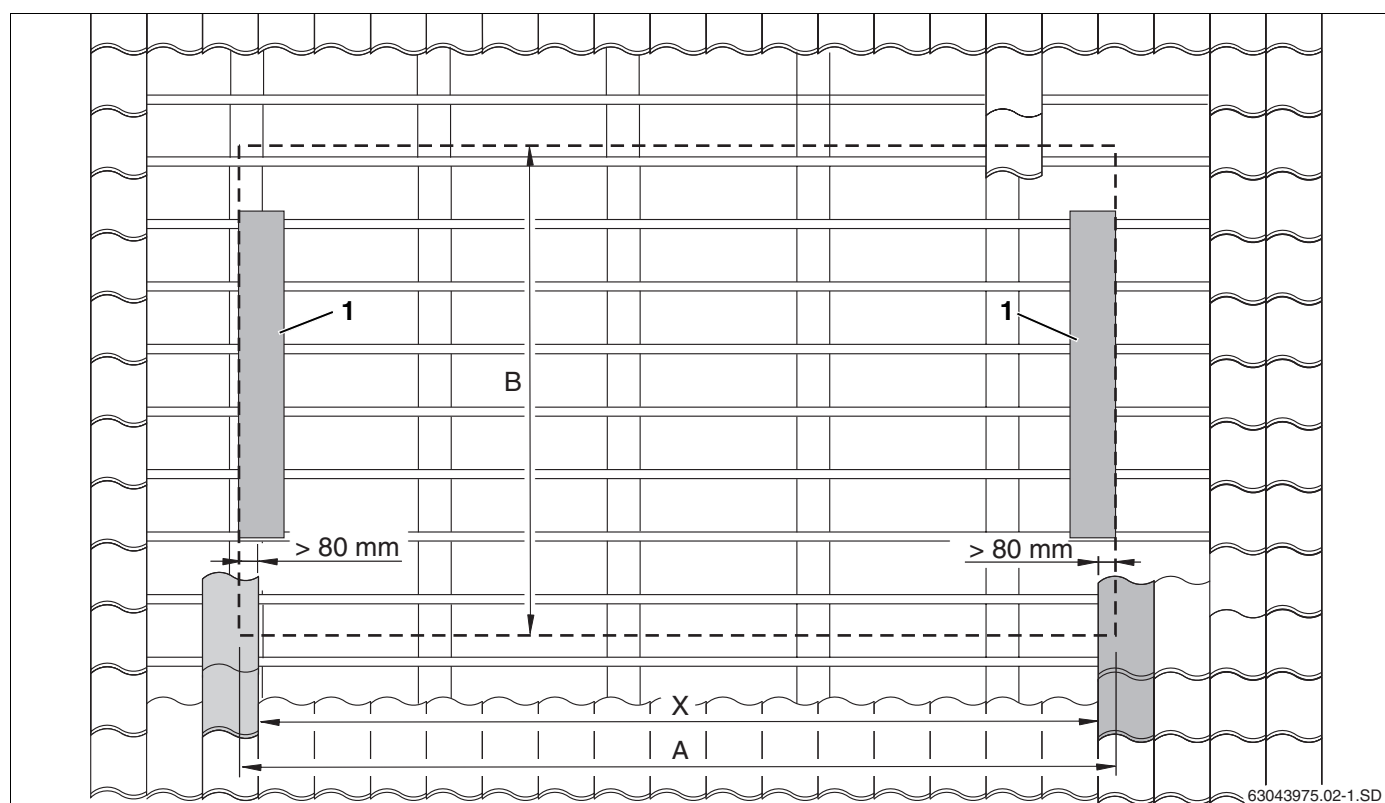

Fig. 8 Determinación de la posición exacta del campo de colectores
- Calcule la medida X (distancia entre tejas situadas sobre las chapas protectoras laterales, fig. 8, **pos. 1**) sobre el tejado y transfírala al mismo.
- Teniendo en cuenta la medida B (fig. 8), determinar la fila inferior de tejas (fig. 8, **pos. 2**).